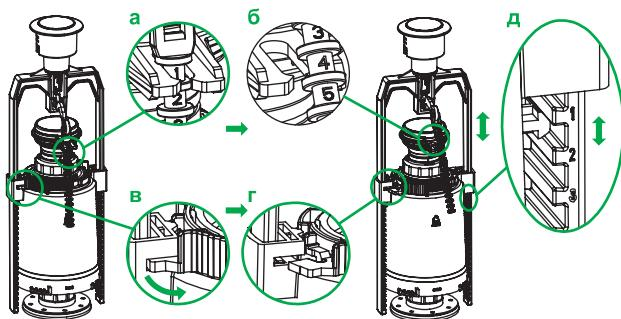

Рис. 10 / 10-сур.
- Отсоедините стержень (тягу коромысла) от трубы перелива (рис. 10а, б).
- Поверните фиксатор коромысла против часовой стрелки на 15° (рис. 10в, г) и установите необходимую высоту коромысла (рис. 10д), чтобы при установленной крышке бачка кнопка спуска могла сделать 2–5 оборотов по часовой стрелке.